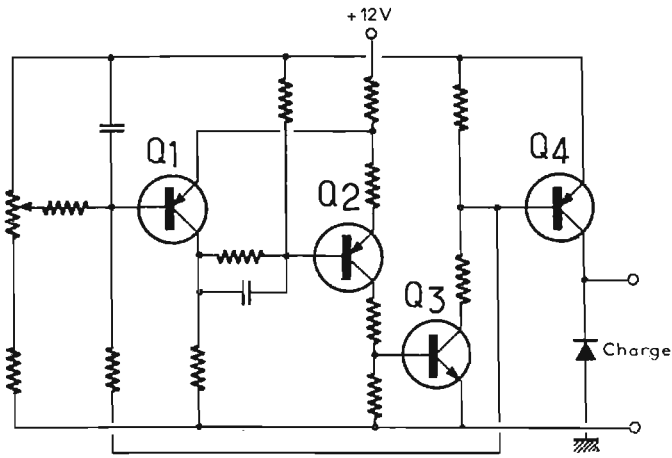

Fig. 8
- modulation de la largeur d'impulsion du courant appliqué au moteur (Fig. 8) ;